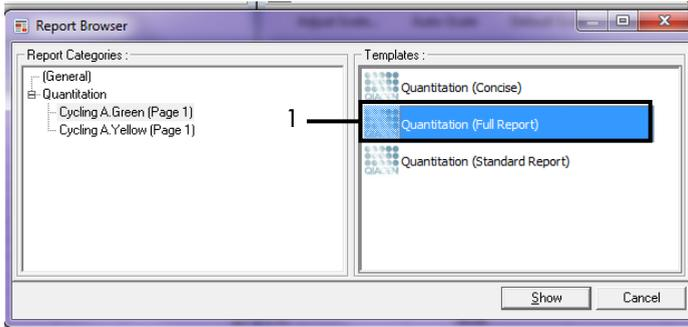

Figura 38. Informe de cuantificación (informe completo) (1).
10. Seleccione Quantitation (Full Report) (Cuantificación [Informe completo]) en “Templates” (Moldes) (figura 38).